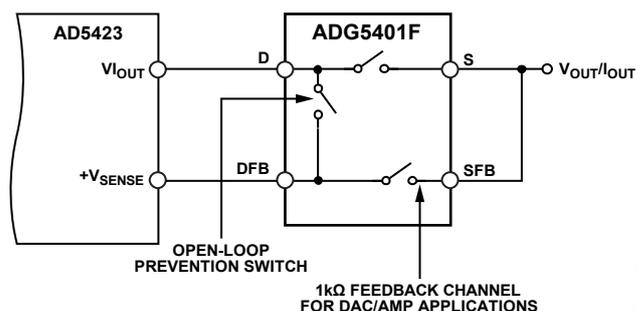

図 49. オープンループ防止機能
オープンループ防止機能は、ADG5401F の内部スイッチの 1 つです。メイン・スイッチがディスエーブルされると、このスイッチによってメイン・スイッチのドレイン (D) と帰還スイッチのドレイン (DFB) が接続されます (図 49 を参照)。この内部オープンループ防止スイッチは、メイン・チャンネル・スイッチがトグルされると自動的に開閉します。この機能により、アンプ出力がオープンループ構成にならなくなるため、アンプ出力が安定します。メイン・スイッチが通常動作または故障状態でディスエーブルされると、オープンループ防止スイッチが作動します。オープンループ防止スイッチは、帰還チャンネル・スイッチと同じである点に注意してください。